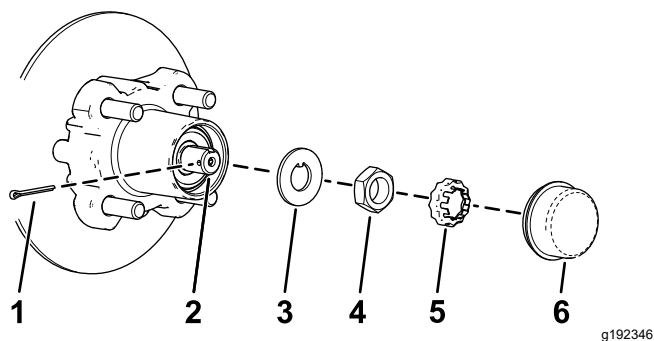
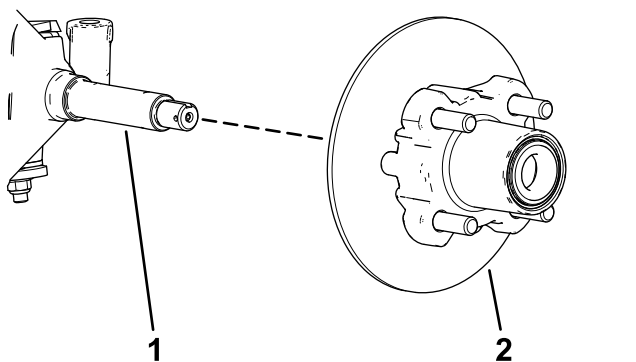

Figura 34
Figura 35
4. Retire el tapón guardapolvo del cubo (Figura 34).
5. Retire la chaveta y el retén del eje/tuerca del eje (Figura 34).
6. Retire la tuerca del eje y separe el conjunto de cubo y rotor del eje (Figura 34 y Figura 35).